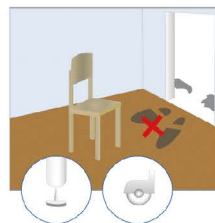

Рисунок 21
22. Обратите внимание: ни одно напольное покрытие не приемлет абразивного воздействия, то есть эффекта воздействия наждачной бумагой. Поэтому позаботьтесь о войлочных накладках на часто перемещаемые предметы (см. рис. 21).